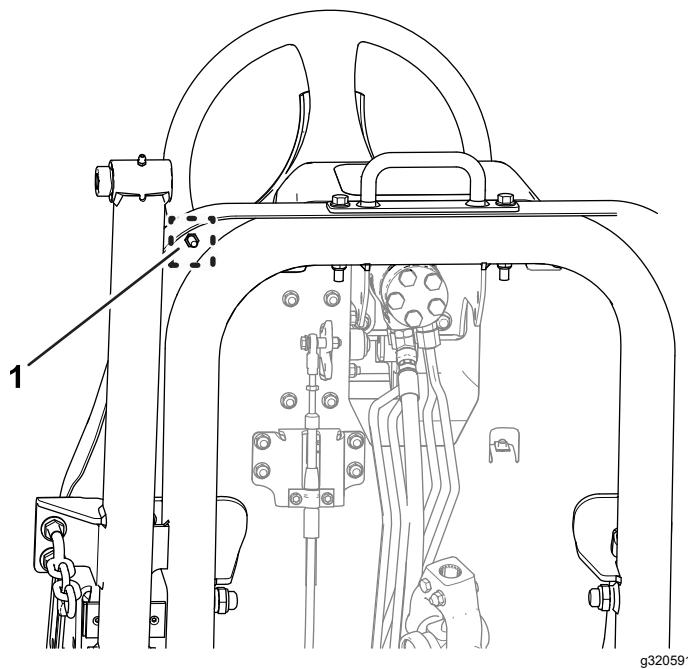

Bild 82
- B. Lösen Sie die Klemmmutter an der Unterseite der Fußplatte-Platte (Bild 82).
- F. Halten Sie den Fahrpedalanschlag fest und ziehen Sie die Klemmmutter an der Unterseite der Fußplattform-Platte (Bild 81 und Bild 82) auf 37-45 N·m an.